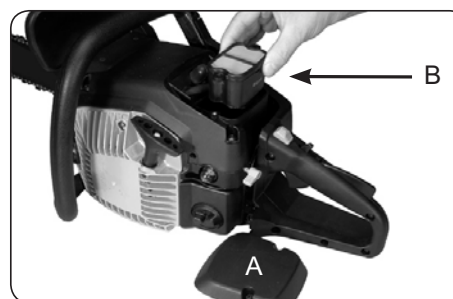

Fig. 14
1. Dégagez le couvercle (A) et sortez le filtre à air (B) (Fig. 14).